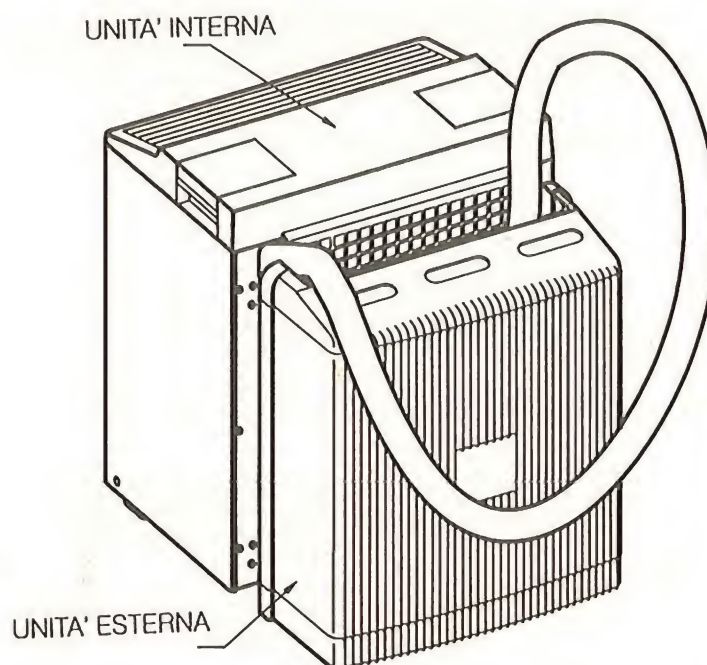

Fig. 13
(1) Apri gli 4 viti sulla circonferenza del bacino del condensatore. (2) Tira il bacino/base giù. (3) Risciacqui con acqua. (4) Rimetti e chiudi gli viti.
Quando si deve trasportare oppure metter via il condizionatore, bisogna fissare insieme l'unità esterna e l'unità interna (Fig. 13). Per unire insieme i perni (8) dell'unità esterna nei fori a chiave (17) dell'unità interna.